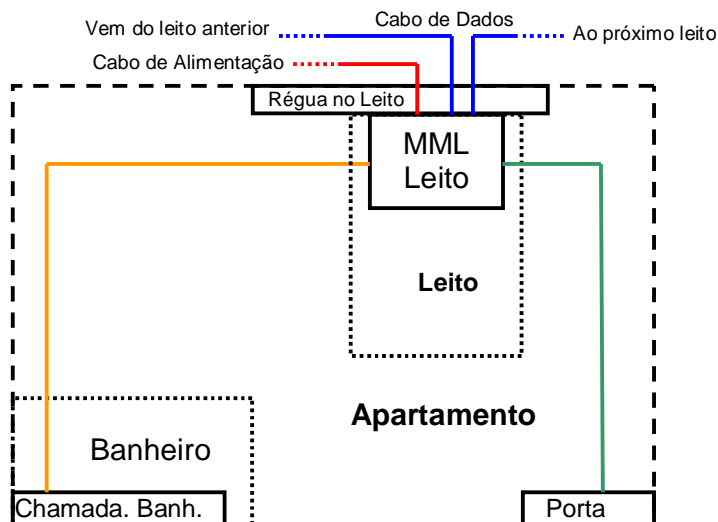

Figura 3 – Instalação nos apartamentos
A **Figura 3** abaixo mostra os detalhes das instalações internas dos apartamentos simples, ou seja; aqueles contendo apenas um leito. Observe que além do cabo de rede, há ainda um cabo (representado pela linha de cor laranja) que vai do MML até uma caixa de passagem no banheiro do apartamento, onde será instalado o dispositivo de **chamada do banheiro (CB)**. Além disso, há ainda outro cabo (representado pela linha de cor verde) que vai do MML até uma caixa de passagem no corredor, geralmente acima da porta do apartamento, onde será instalado o **signalizador de porta (SP)**.